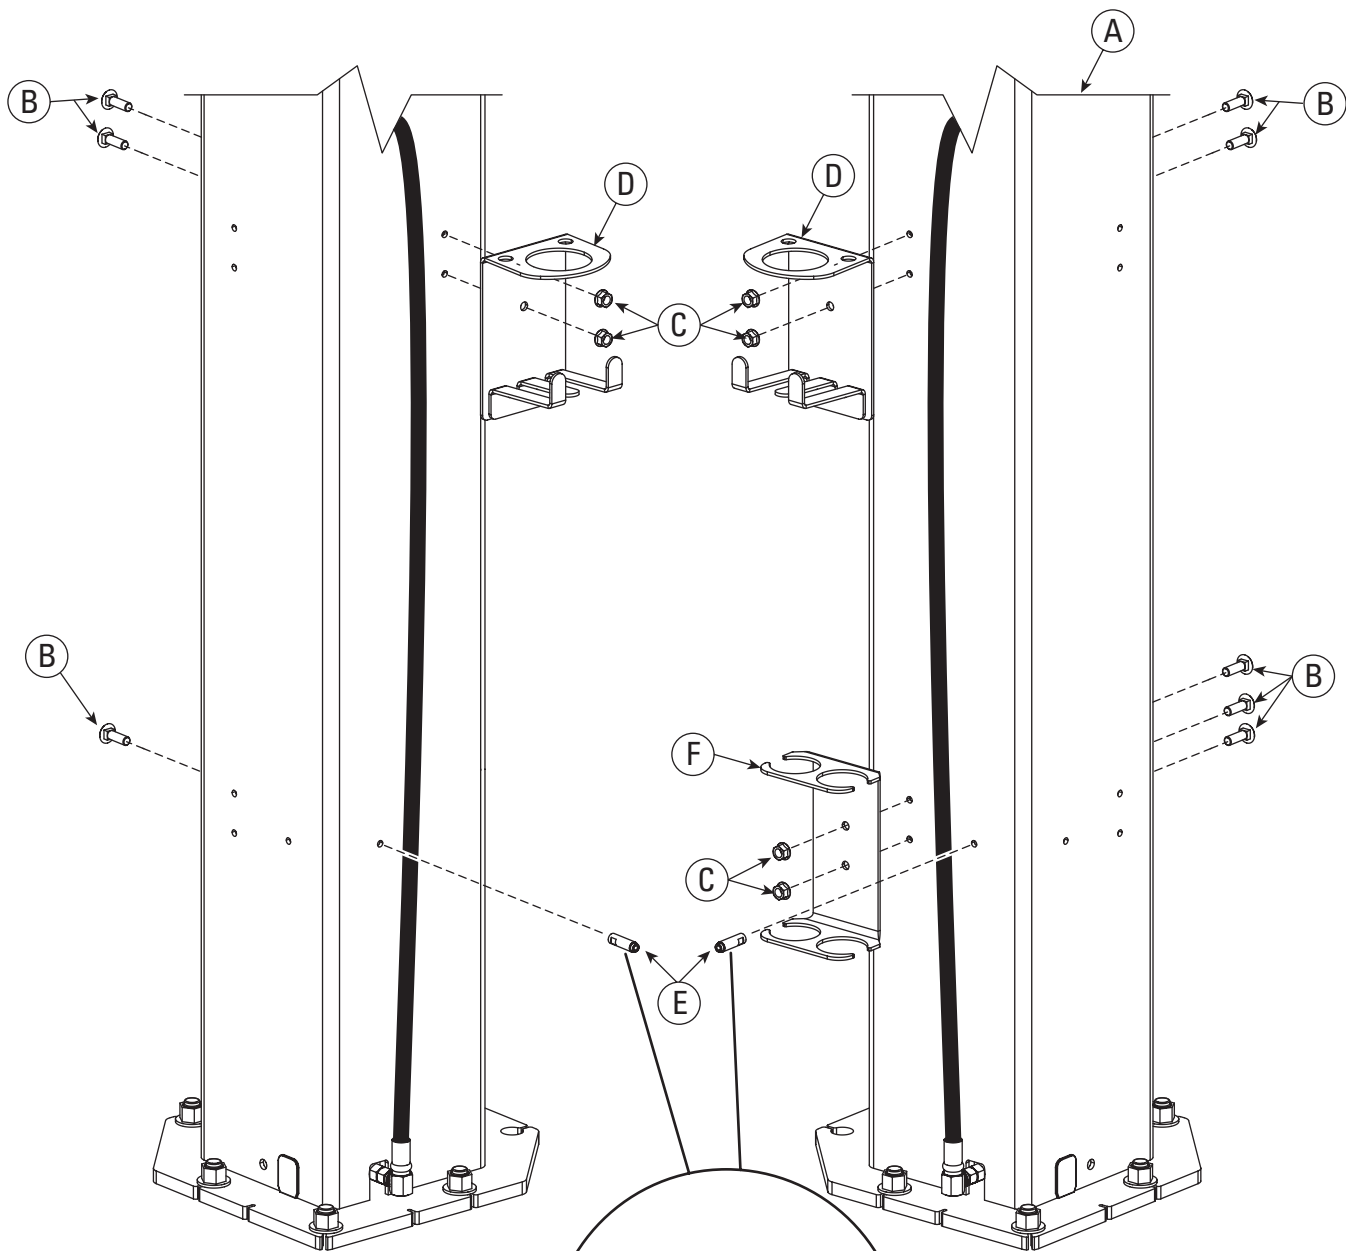

Abb. 16 Detail
A) Untere Einfassungs-Halterungsbolzen anbringen (Adapterhalter und Werkzeughalter optional), Abb.16